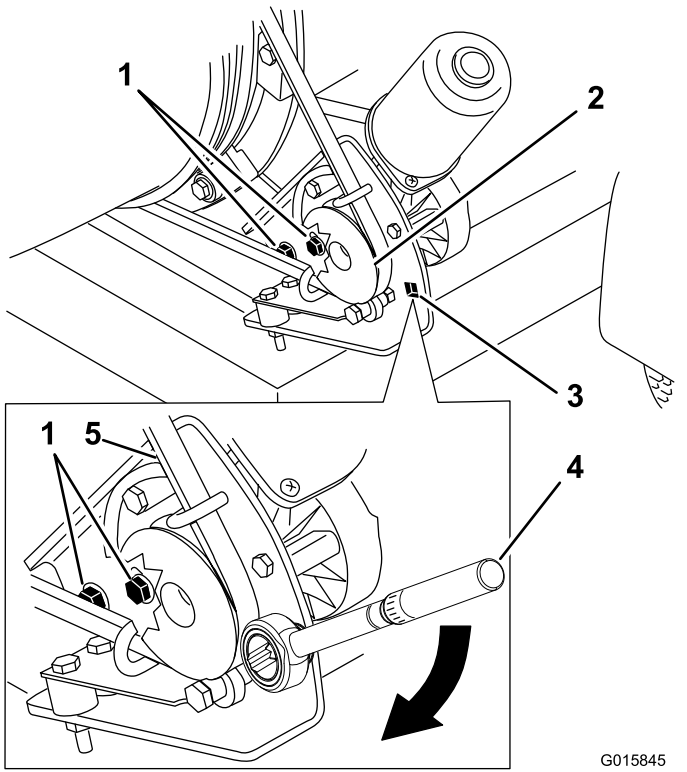

图 27
1. 拧开将皮带轮安装支架固定到吹风机机架上的螺栓 图 27。
2. 将扭矩扳手放入皮带轮安装支架 图 27。
3. 将皮带轮安装支架转离出风管直至扭矩扳手读数为 $22.626.0\text{N}\cdot\text{m}$ 图 27。